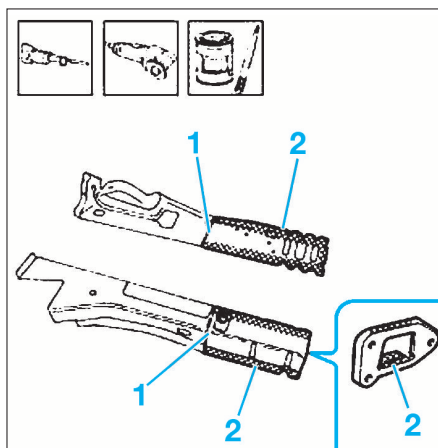

FIG. 3
- Appliquer l'apprêt électrosoudable sur les bords de la coque à souder en zone 1 et 2 (Fig.3).